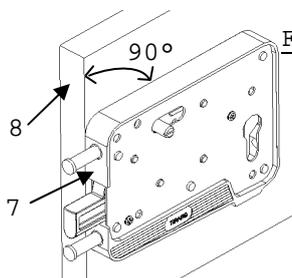

Fig. 3
**IMPORTANT :** Le plan (7) de la serrure doit être aligné par rapport au champ de la porte (8) comme le montre la (Fig. 3).
- 6- Fixer les 2 vis (9)
- 7- Fixer le 3ème point de la poignée à l'aide de la vis (10) et de la rondelle (11)
- 8- Visser le bouton de condamnation (12) côté serrure dans le filetage (13)